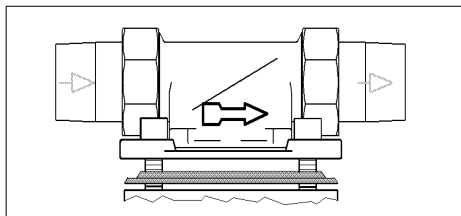

Fig. 1: Bride rotative de montage
- sens d'écoulement (cf. fig. 1)